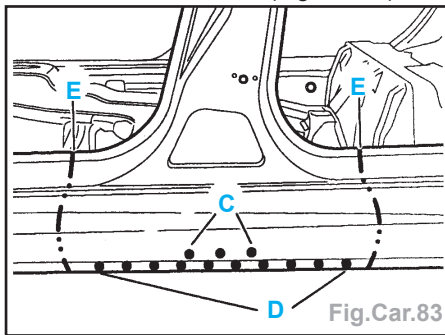

Fig.Car.83
- points bouchons au MIG (suivant F) et meuler les bouchons (Fig.Car.83),